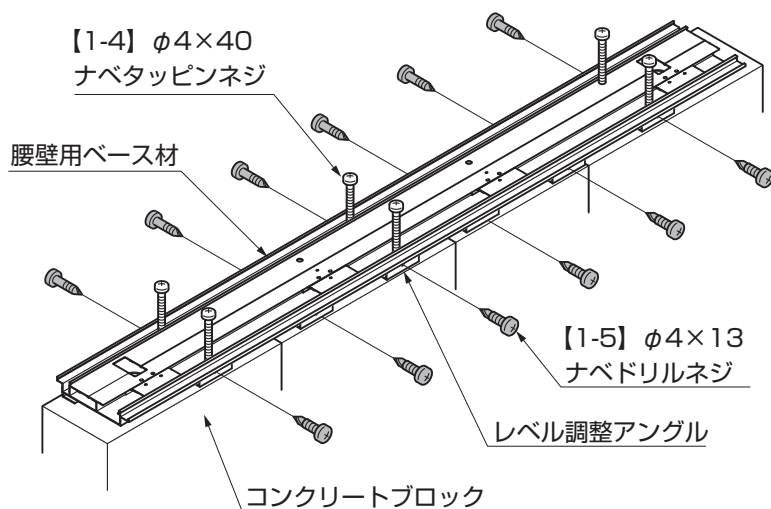
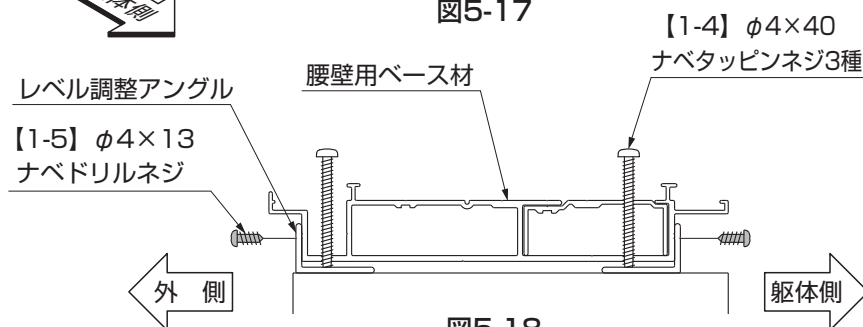

図5-17
図5-18
- ①腰壁用ベース材をレベル調整アングルに【1-5】で取付けてください。（図5-17、図5-18参照）
- ③【1-4】調整ネジを取外してください。（図5-17、図5-18参照）